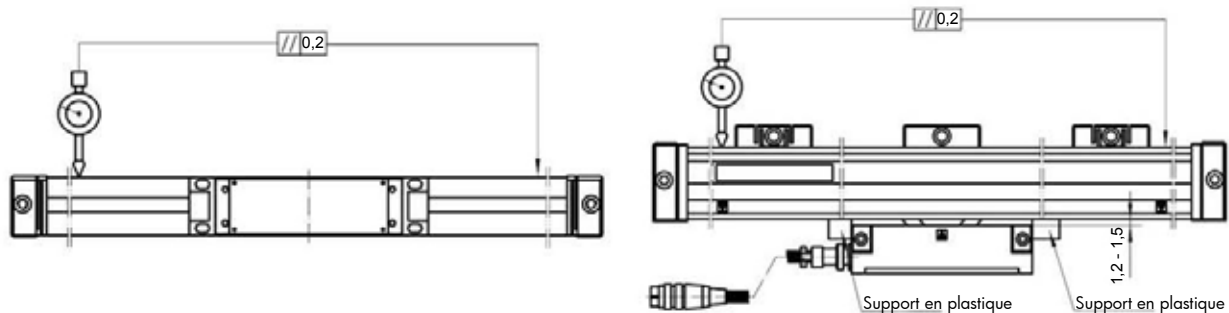

Fig. 2-10
- Entre les deux surfaces latérales orthogonales de la règle de mesure et le guide de la machine, l'erreur de parallélisme ne peut pas dépasser 0,2 mm sur toute la longueur (voir fig. 2-10).
- La distance entre la tête de lecture et la règle de mesure n'est pas maintenue sur toute la longueur (voir fig. 2-10).